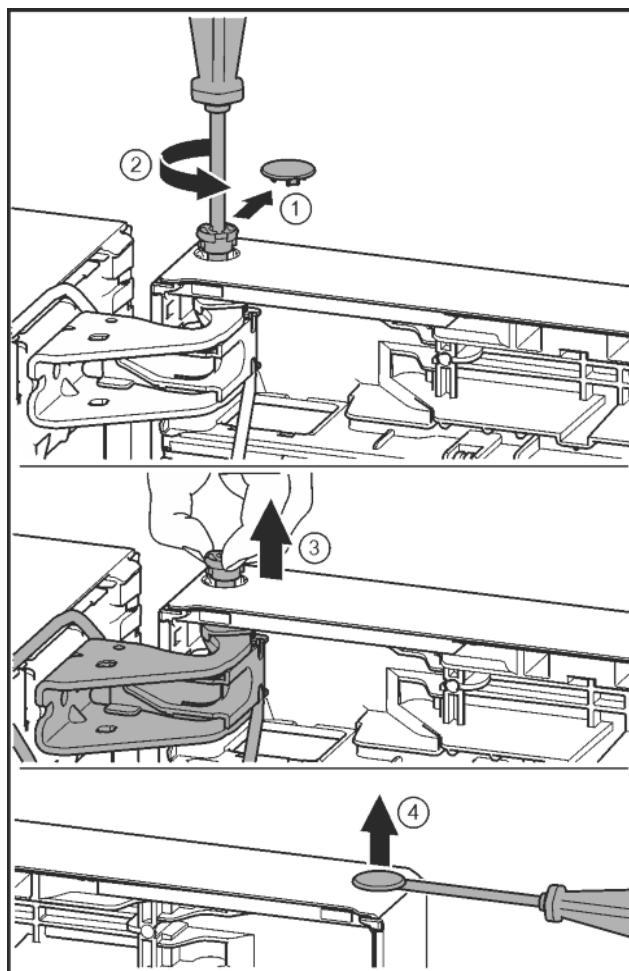

Fig. 21
- Осторожно снять предохранительную крышку. Fig. 21 (1)
- Немного выкрутить палец отверткой T15. Fig. 21 (2)
- Удерживать дверь и вытянуть палец рукой. Fig. 21 (3)
- Осторожно приподнять шлицевой отверткой заглушку из опорной втулки двери и вынуть. (1)
- Осторожно приподнять шлицевой отверткой заглушку из опорной втулки двери и вынуть. Fig. 21 (4)